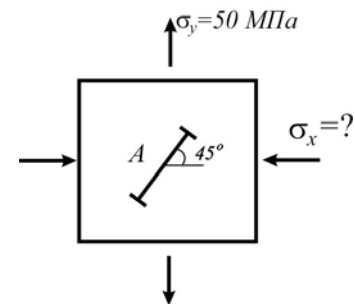

Рис. 2.16
2.16. При совместном действии на элемент растягивающих и неизвестных сжимающих напряжений показания тензомера  $\Delta_A = 14$  мм. Определить  $\sigma_x$ , если база тензометра  $l_T = 100$  мм, коэффициент увеличения  $k = 2000$ ,  $E = 2 \times 10^5$  МПа,  $\nu = 0,3$ . Каковы будут показания тензомера А, если с элемента снять растягивающие напряжения  $\sigma_y$  (рис.2.16)?